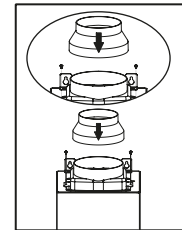

Figura 4
- Sujeta el soporte en el muro e instala la transición como muestra la (Figura 4).